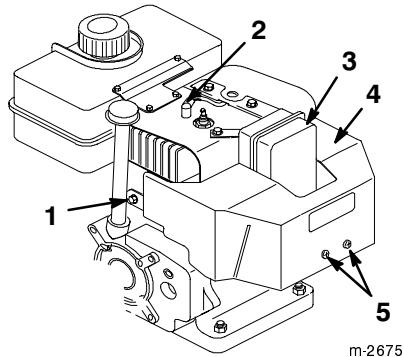

Figure 8
Avant d'utiliser la déneigeuse par une température extérieure supérieure ou égale à 4°C, déposez la boîte de chauffage (Fig. 8).
1. Débranchez la bougie et éloignez le capuchon pour éviter tout risque de contact accidentel (Fig. 8).
4. Retirez les deux vis Phillips, les deux vis à tête hexagonale et la rondelle-frein qui fixent la boîte de chauffage en position (Fig. 8).
8. Rebranchez la bougie (Fig. 8).